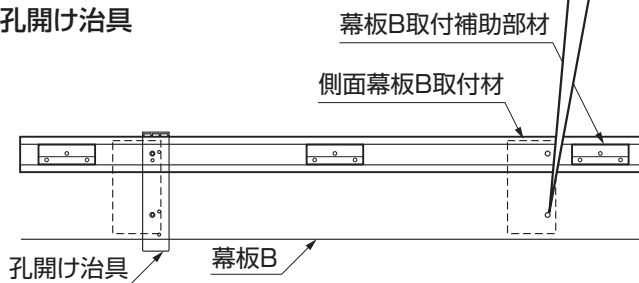

図15-20 側面幕板の孔あけ
- ③孔開け治具を使って、側面幕板B取付材と幕板B取付補助部材が付いている部分に、 ϕ 4.5の下孔と ϕ 8サラ取りを幕板Bにしてください。(図15-20参照)